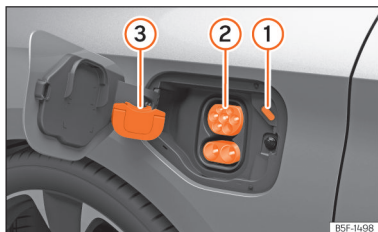

Fig. 59 Por trás da tampa da tomada de carregamento da bateria na parte dianteira esquerda: tomada de carregamento.
- Retire a capa de proteção e encaixe-a no engate »» Fig. 59 ③
- Ligue o conector de carregamento da estação de carregamento à tomada de carregamento »» Fig. 59 ②
O LED (indicador do processo de carregamento) da tomada de carregamento pisca e emite cintilações brancas »» Fig. 59 ① »» Página 87
O indicador do processo de carregamento da tomada de carregamento pisca a verde »» Fig. 59 ①.
- Pressione o botão de função **Parar carregamento** no ecrã do sistema infotainment. O indicador do processo de carregamento situado junta da tomada de carregamento acende a branco »» Fig. 59 ①. O conector de carregamento está desbloqueado.
- Encaixe a capa de proteção na ligação inferior da tomada de carregamento. »» Fig. 59 ③